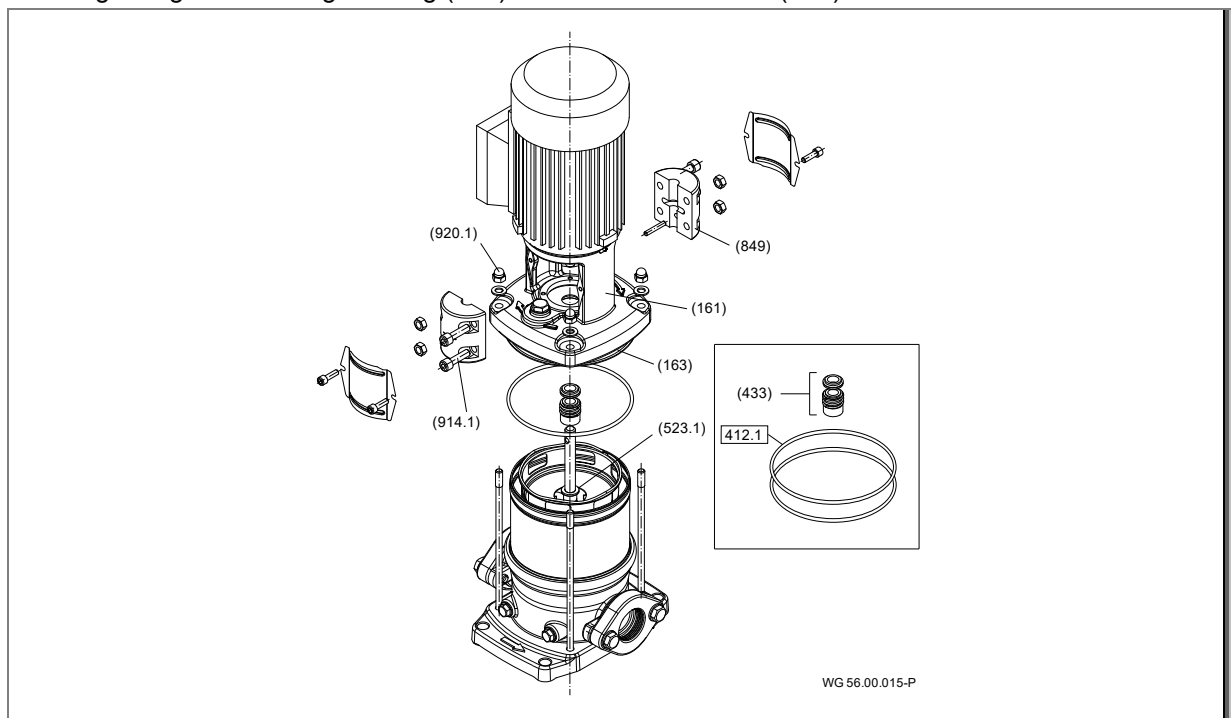

Abb. 15
Siehe "Abb. 15" auf Seite 30
- ➔ Abbildung 15 beachten.
- 2. Rotierende Einheit der Gleitringdichtung (433) auf die Welle (211) montieren.
- 3. Gegenring der Gleitringdichtung (433) in dem Druckdeckel (163) montieren.
- 5. Druckdeckel (163) auf den Pumpenmantel montieren.
- 6. Antriebslaterne (161) aufsetzen.